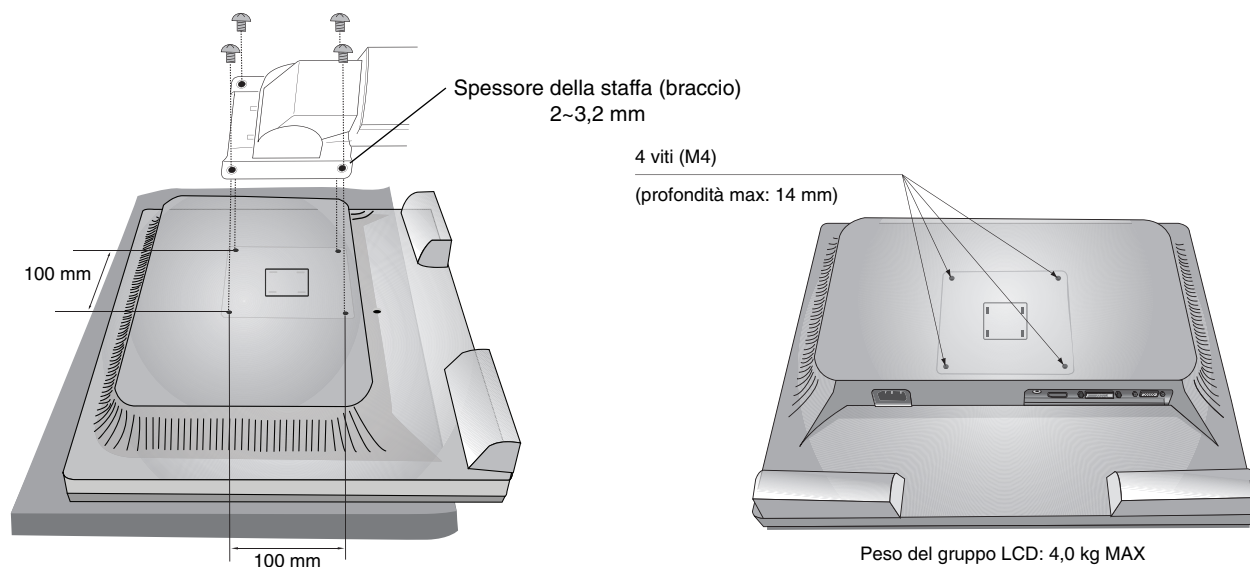

Figura F.1
2. Utilizzare le 4 viti rimosse dal supporto per fissare il braccio al monitor (**Figura F.1**).